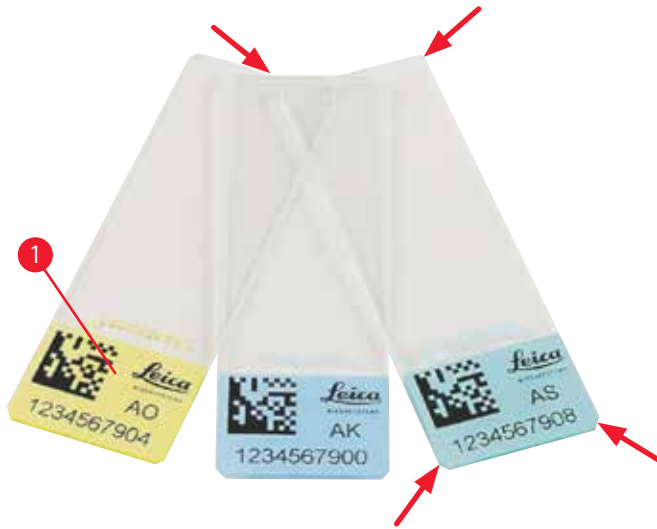

图 4
只有带彩色打印边缘 (→ "图 4-1") 的标准样品载玻片才能在 Leica IPS (→ "图 4") 中打印。
- 为减少玻璃残渣量和出现机械故障的危险，只能使用剪切角载玻片(每个角的角度都为 45°，(→ "图 4"))。